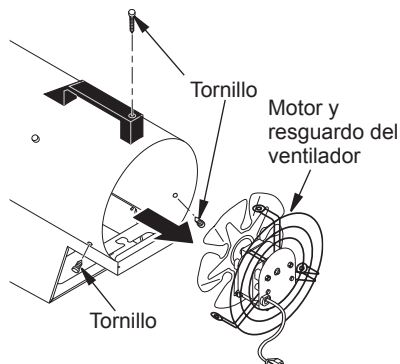

Figura 9. Extracción del motor y el resguardo del ventilador del calentador
2. Extraiga el motor y el resguardo del ventilador de la cubierta del calentador (consulte la figura 9).